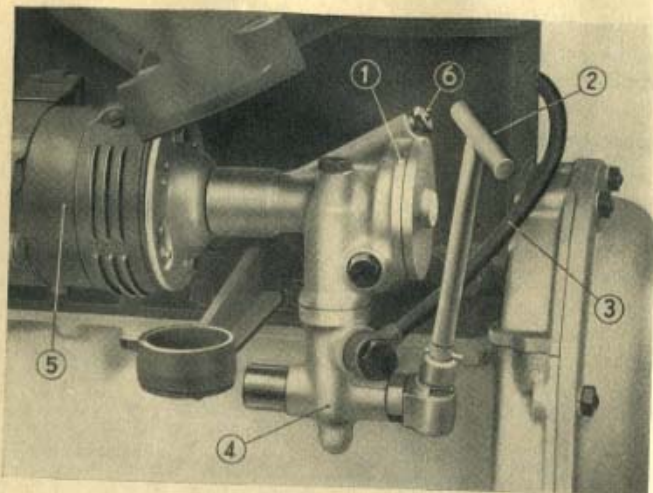

Fig. 20. - Pompa acqua e rubinetto scarico acqua dal radiatore e dal motore.
La pompa è fissata sul lato sinistro del motore ed è comandata direttamente dall'alberino della dinamo (ved. fig. 20).
Ogni 2000 km. di percorso della vettura, pulire l'alberino della pompa acqua a mezzo dell'ingrassatore (6), fig. 20.
Il rubinetto di scarico (4) è situato in basso sul lato sinistro del motore ed è comandato da una lunga leva (2) facilmente accessibile (vedi fig. 20).
In queste condizioni l'acqua giunge al radiatore in quantità minima e la circolazione nel motore avviene attraverso il tubo (3) ed il collettore di aspirazione (vedi fig. 20).